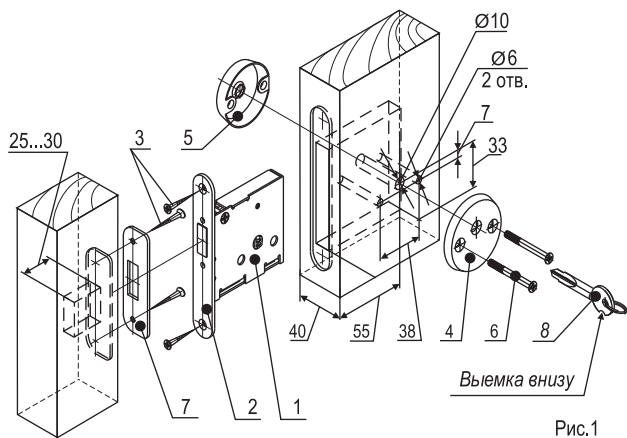

Рис.1
1. **ВНИМАНИЕ!** Ключ вставляется и вынимается из цилиндрического механизма замка только при вертикальном положении диска выемкой вниз (см. рис.1).
## ПОРЯДОК МОНТАЖА (см. рис.1)
3. Разметьте (см. рис. 1) и просверлите перпендикулярно плоскости двери сквозное отверстие диаметром 10 мм и два сквозных отверстия диаметром 6 мм.